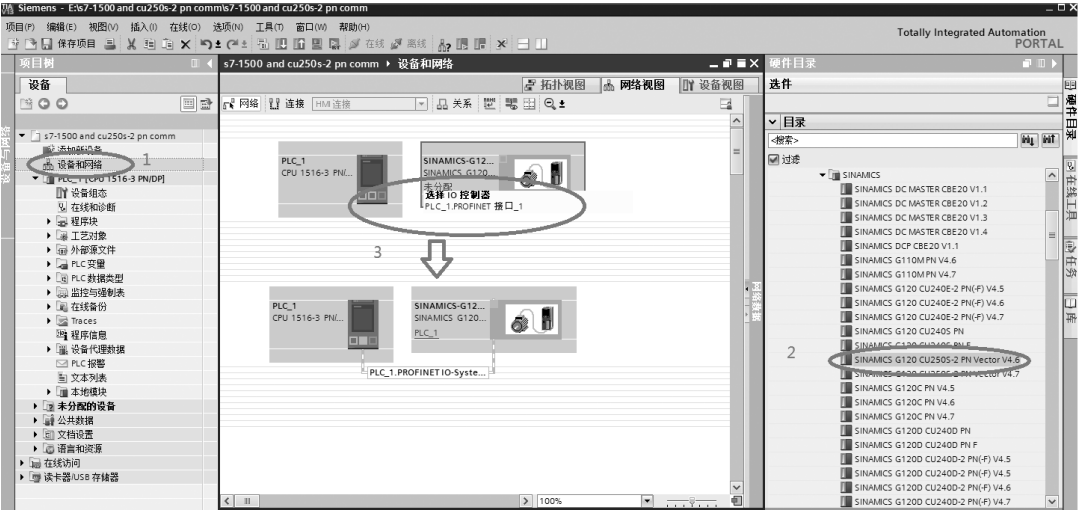

图 7-68 添加 SINAMICS G120
3) 添加 SINAMICS G120 变频器，如图 7-68 所示。单击蓝色提示“未分配”，选择主站“PLC_2. PROFINET 接口_1”，完成与 I/O 控制器网络连接。